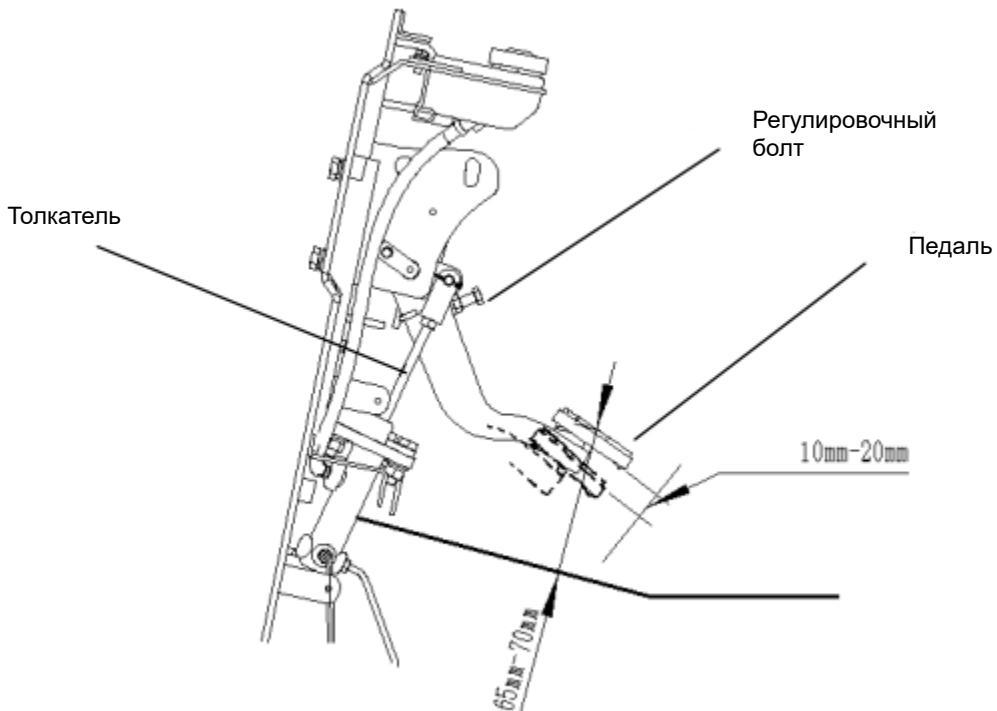

Рисунок 2-8
- (1) Освободите рычаг;
- (2) При помощи регулировочного болта отрегулируйте высоту педали, как показано на Рис. 2-8;
- (3) отрегулируйте длину толкателя таким образом, чтобы его конец касался поршня основного гидроцилиндра. Затем поверните назад на 1-2 оборота, чтобы гарантировать свободный ход педали порядка 10-20 мм;
- (4) Затяните гайки толкателя и болта регулировки высоты педали.